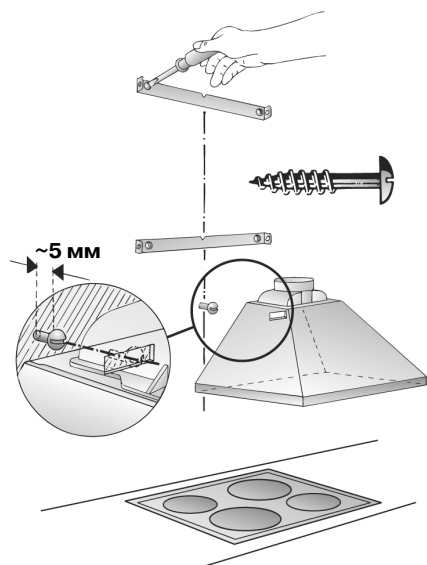

Рис. 8
8. Ввинтите другие четыре винта с шайбами (рис. 8).